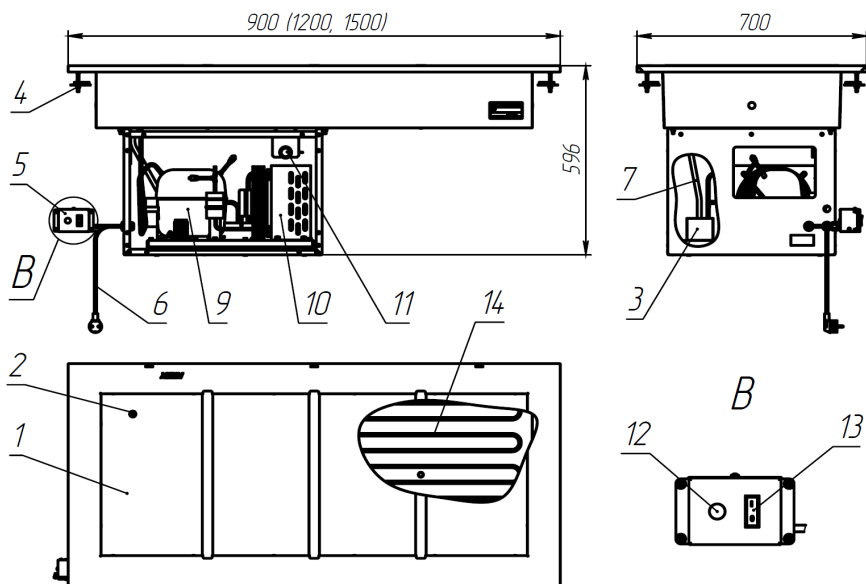

Рис.1
1.3.2.1 Изделие, см. рисунок 1, представляет собой ванну 1 с прикрепленным к ней испарителем 14, который ее охлаждает. В зависимости от условий эксплуатации изделия (температура, относительная влажность и т.д.), возможна корректировка режима охлаждения с помощью терморегулятора 11, расположенного в верхней части агрегатного отсека. Понижение температуры обеспечивается поворотом ручки терморегулятора 11 по часовой стрелке. В нижней части агрегатного отсека установлены компрессор 9 и конденсатор 10 холодильной установки. Включение изделия осуществляется при помощи пульта управления 5, с установленным на нем выключателем 13, лампа 12 сигнализирует о том, что изделие находится под напряжением. Сетевым кабелем 6 изделие подключается к электросети. Планки 4 предназначены для фиксации изделия к столешнице. Для слива конденсата с из ванны 1 предусмотрен сливной штуцер 2. Конденсат по трубке 7 поступает в лоток 3, расположенный в агрегатном отсеке, в котором происходит испарение накопившегося конденсата.